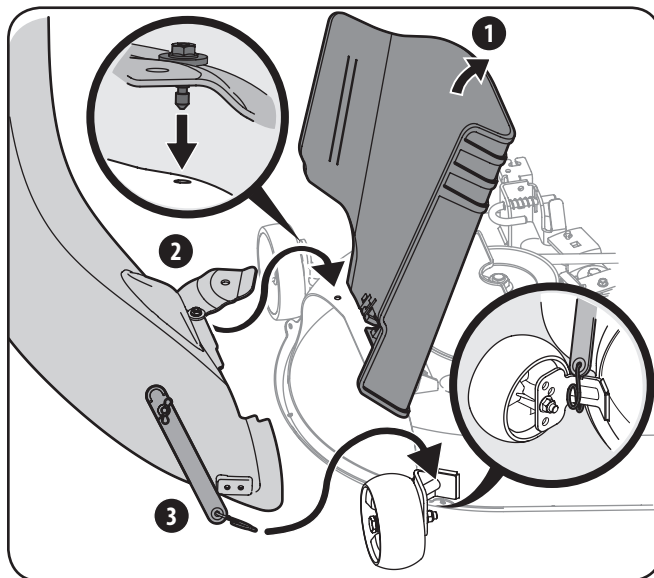

Figura 4-22
3. Con el canal de descarga del tractor elevado y abierto (1 de la Figura 4-22), instale el codo del canal sobre la abertura del canal colocando el pasador de montaje de la plataforma en el orificio provisto (2), luego fije el codo a la plataforma enganchando el gancho del resorte de torsión de la correa de retención sobre la ménsula de montaje de las ruedas de la plataforma, como se ve en (3) de la Figura 4-22.